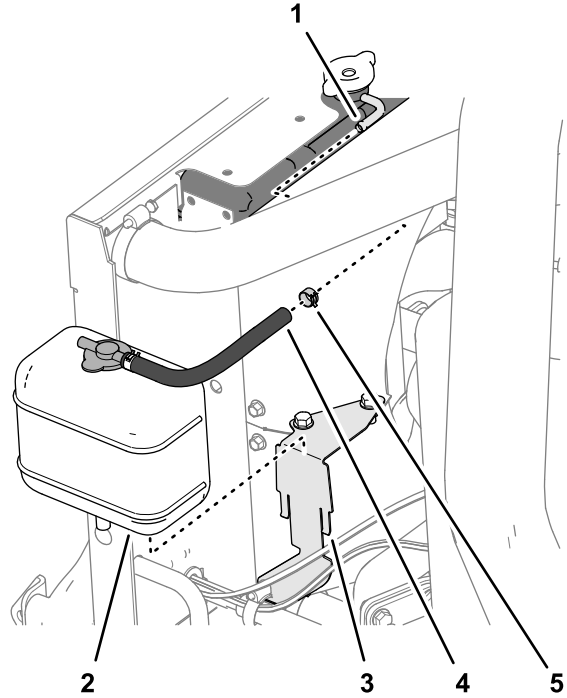

Figura 8
1. Rimuovete la fascetta stringitubo che fissa il flessibile al raccordo del troppopieno del radiatore ed estraete il flessibile dal raccordo (Figura 8).
2. Sollevate il serbatoio dalla staffa del serbatoio e rimuovete il serbatoio dalla macchina (Figura 8).